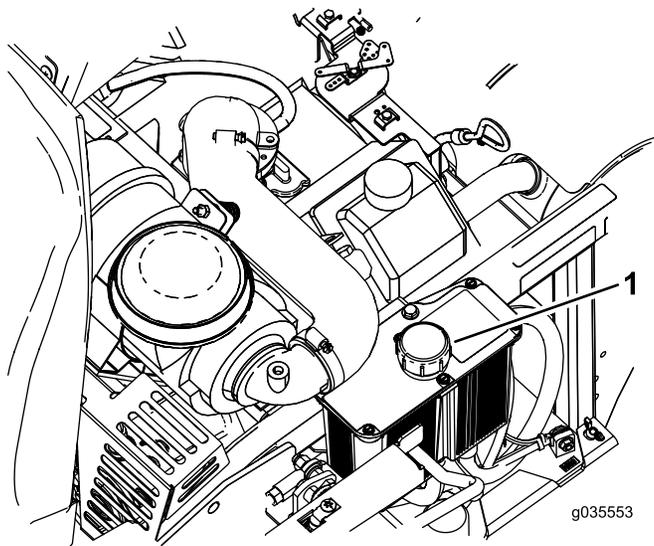

Figura 67
6. Limpe a zona em torno da vareta do reservatório do sistema hidráulico (Figura 67).
7. Retire a vareta do reservatório hidráulico (Figura 67).